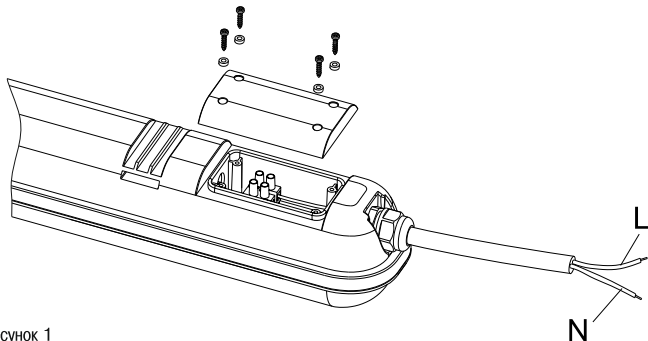

Рисунок 1
2. Подключение светильника (рисунок 1):